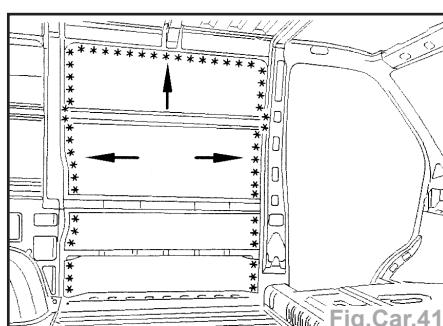

Fig.Car.41
- Dégrafer les lignes de points et les points à l'aide d'une fraise de Ø 8 mm (Fig.Car.41).